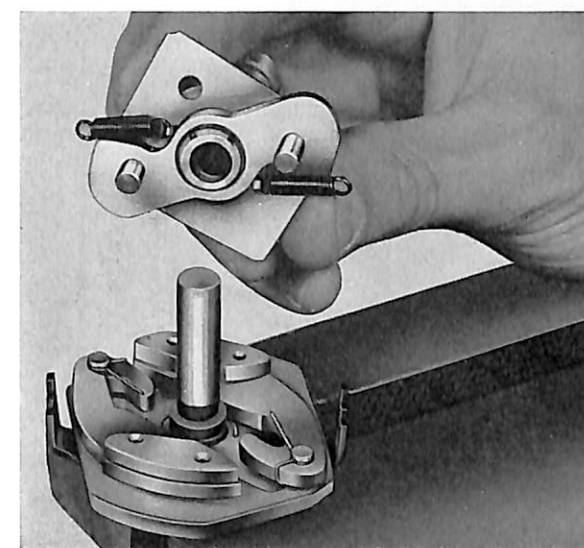

Bild 61. Montering av brytarkamaxel.
2. Smörj och montera brytarkamaxeln samt sätt på fjädrarna. Bild 61.